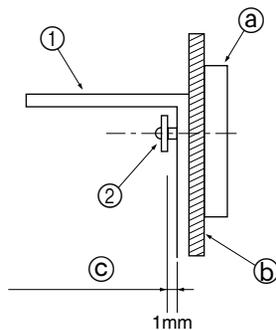

Fig. 3-4
- Zunächst die Klammer an der Wand montieren und dann die Schrauben anziehen, so daß die Klammer nach oben und unten geschoben werden kann. (Fig. 3-4)